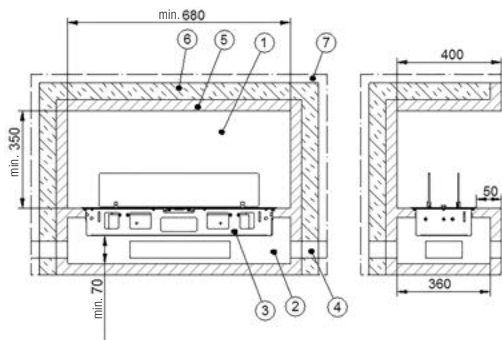

Abb. 28 Mindestmaße Feuerraum
- Die Wärmedämmung ist mit Matten, Platten oder Schalen aus silikatischen Dämmstoffen (Stein, Schlacke sowie Keramikfasern) der Baustoffklasse A1 nach DIN 4102 Teil 1 mit einer oberen Anwendungsgrenztemperatur von mindestens 700°C bei Prüfung nach DIN 52271 und einer Nennrohdichte von 80 kg/m³ zu verwenden. Diese müssen eine entsprechende Dämmstoffkennziffer nach AGI-Q 132 haben (Die Angabe der Wärmedämmstoffdicke (Abb. 28) bezieht sich auf Mineralwolle, gemäß AGI Q 132).